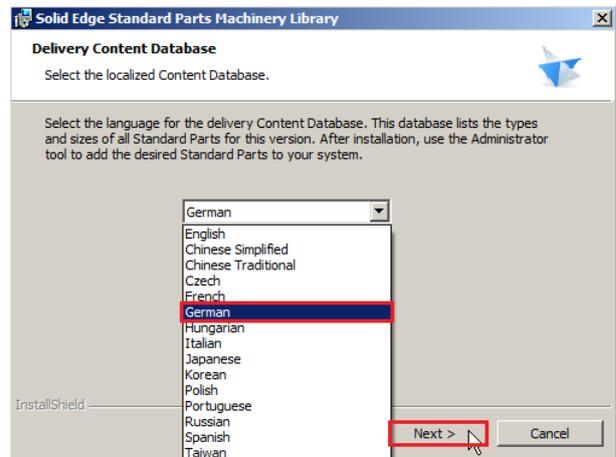

Abbildung 6
- 2.4. Wählen Sie als die zu installierende Sprachversion „German“ aus und bestätigen die Auswahl mit einem Klick auf „Next“ (Abb. 6).